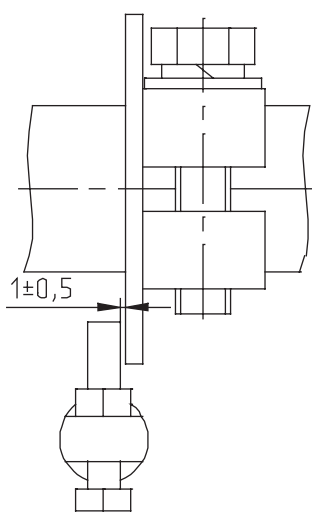
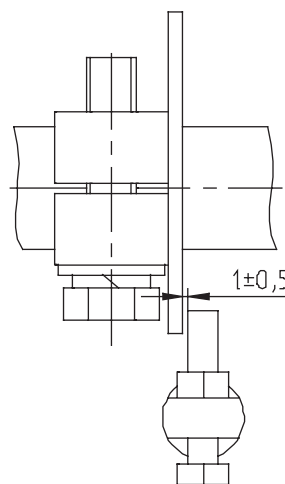

Рисунок 28
Рисунок 29
- Отрегулировать блокировку так, чтобы в промежуточном (между контрольным и рабочим) положении ВЭ и установленной рукоятке перемещения и доводки ВЭ, положение элементов блокировки соответствовало рис. 28 для ВЭ с вращением рукоятки по часовой стрелке и рис. 29 – для ВЭ с вращением рукоятки против часовой стрелки.